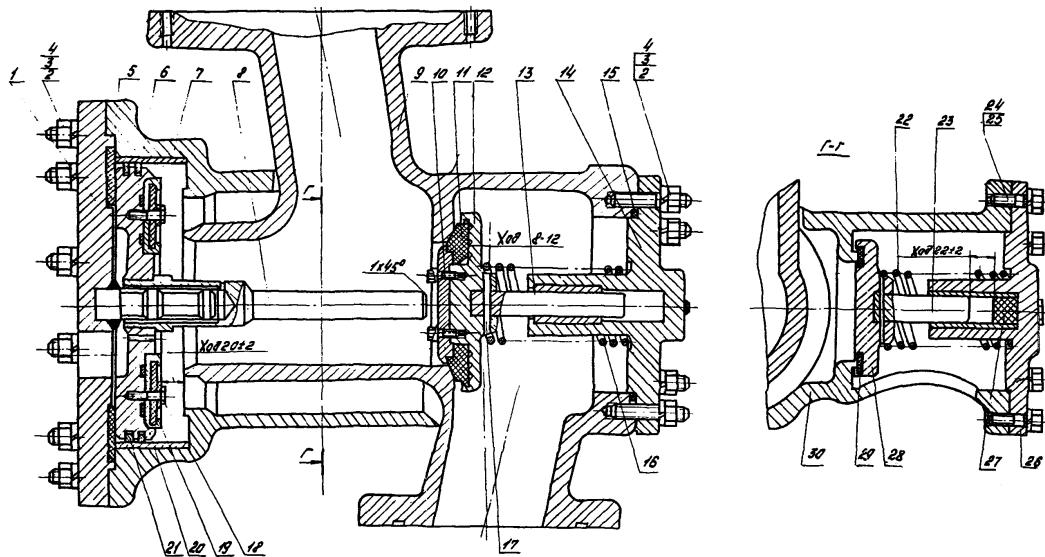

Рис.29. Дутьевой клапан отделителя;
27.3. Отвинтить гайки 3 (рис.29), снять